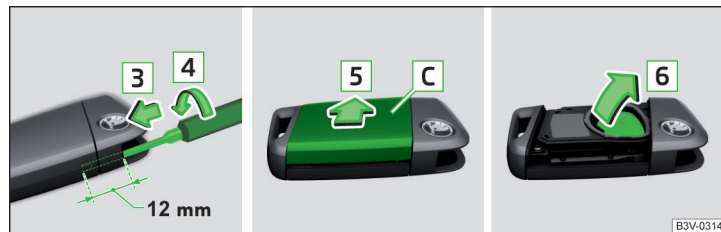

Fig. 349 Soltar la tapa / extraer la pila
- Introducir un destornillador plano y delgado (3 mm de ancho) aprox. 12 mm la apertura creada en el sentido de la flecha [3] » fig. 349.